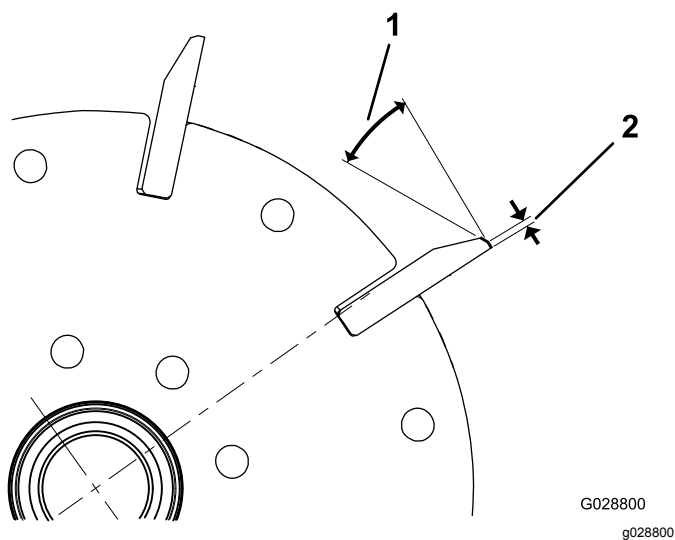
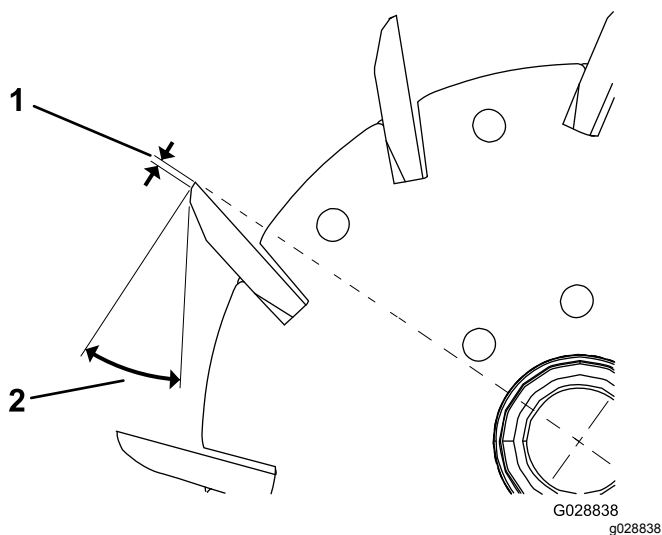

Рисунок 23
Рисунок 24
1. выполните затыловочное шлифование с задним углом 30 градусов всех ножей барабана таким образом, чтобы достичь ширины витка 1,3 мм (Рисунок 23 и Рисунок 24).